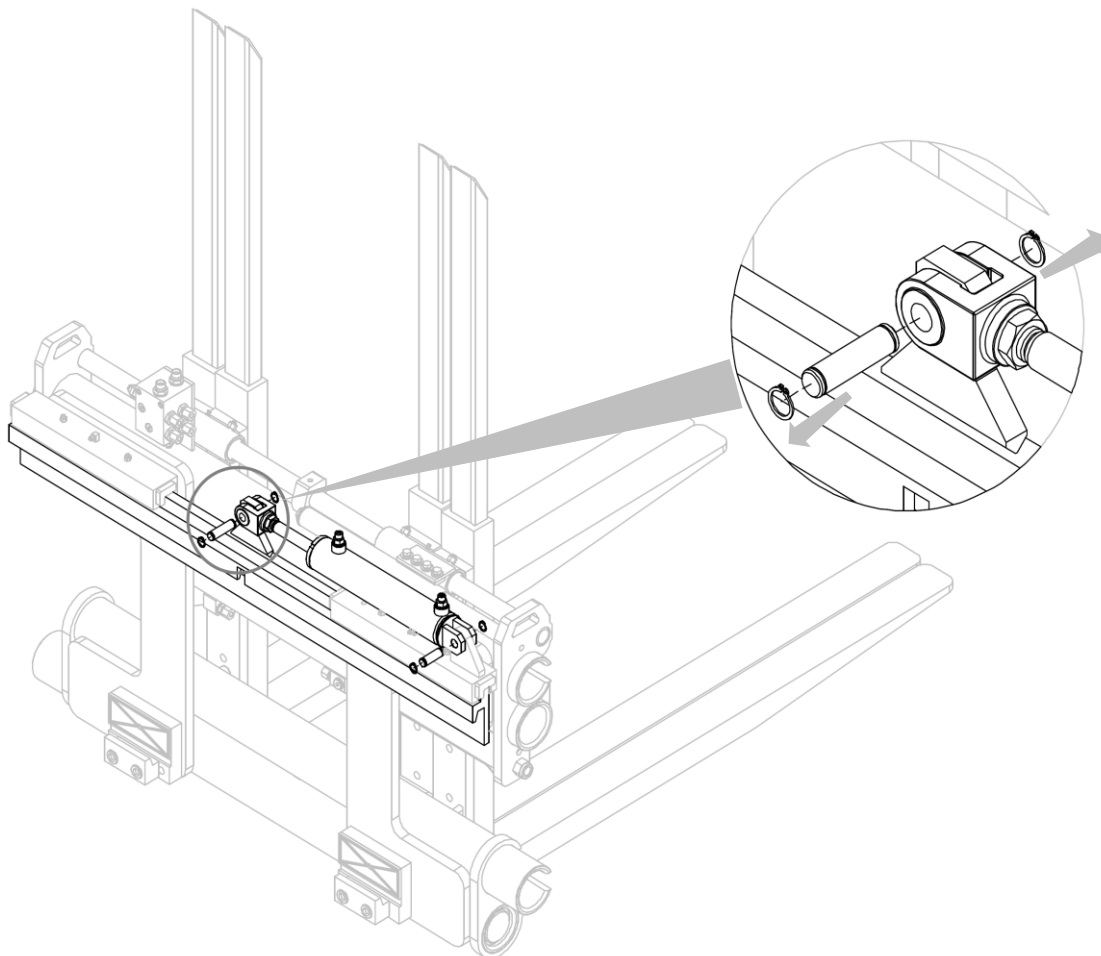

Figure 2
5. Retirer les deux goupilles, avec leurs circlips, qui bloquent le vérin de déplacement latéral semi-incorporé (*Figure 2*).